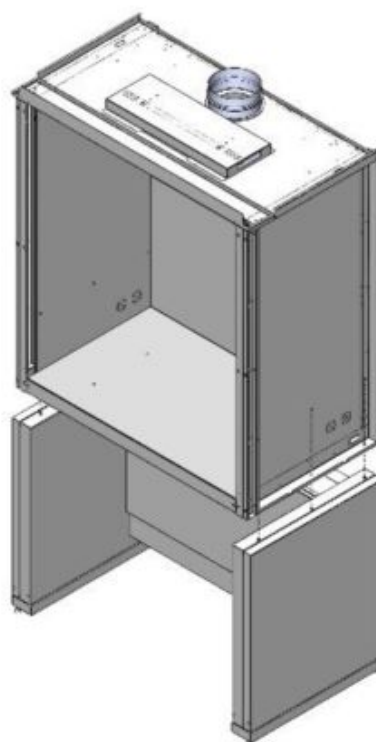

Рис. 3. Установка вытяжной камеры
- 6.4. Установить вытяжной бокс на каркас; зафиксировать, используя болты М8х45, шайбы 8 и предусмотренные в боковинах заклёпки-гайки М8 (Рис. 3).